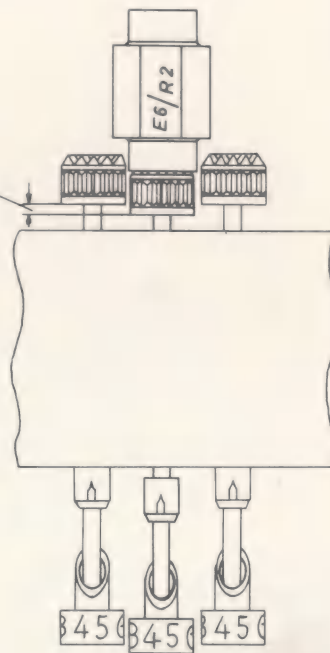

FIG. 5
- 2) Die Kippklinke und der Überführernocken auf dem Zahnrad an der Zahnradachse haben verschiedenen Luftzwischenraum bei der Stellung des Zahnrades in der 0-Stellung bzw. in der Stellung 9. Die Korrektur erfolgt durch Heben oder Senken des einen Zipfels der Überträgerklinke E7-7, bis der gleiche Zwischenraum erzielt wird. Siehe Fig. 5.